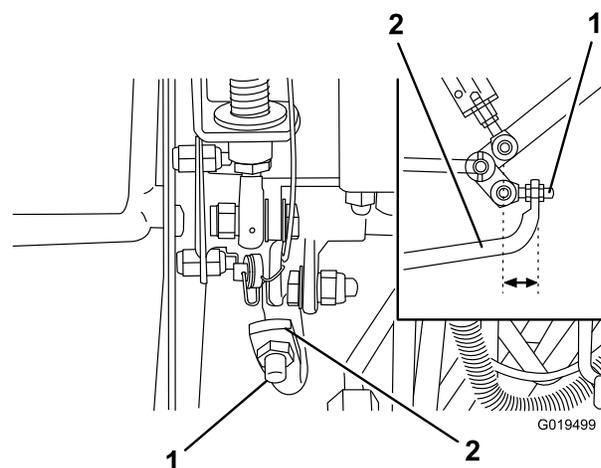

Figure 69
4. Réglez les écrous de blocage à l'extrémité de la tige de la pompe pour avancer le tube de commande et éliminer le déplacement en marche avant ou le reculer et éliminer le déplacement en marche arrière (Figure 69).